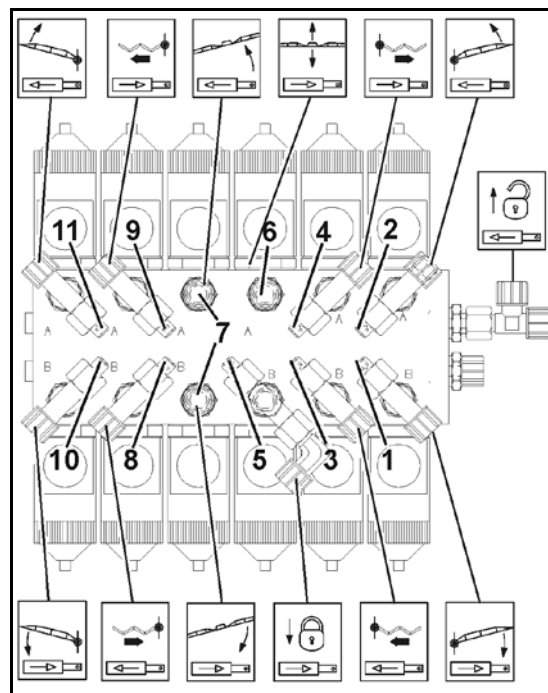

Fig. 169
Dacă nu, cu compensatorul de oscilații **deblocat**, aliniați timoneria de stropire depliată de la contragreutăți (Fig. 169/1) Fixați contragreutățile corespunzător la brațul în consolă.
1. Desfaceți șuruburile (Fig. 169/2) eclisei de fixare (Fig. 169/3) Alinierea se realizează direct de la gheara din plastic (Fig. 169/4) prin orificiile longitudinale ale eclisei de fixare.
3. Strângeți șuruburile (Fig. 169/2).